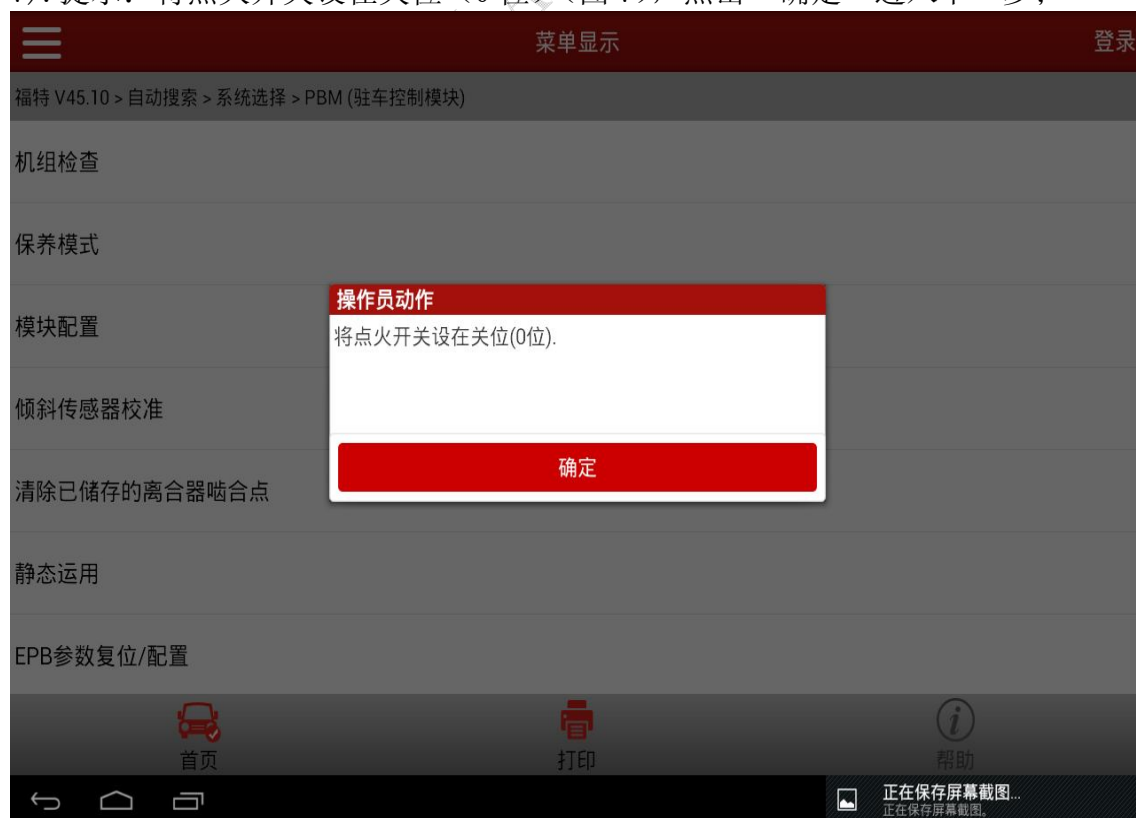

图 7
7). 提示：将点火开关设在关位（0 位）（图 7），点击“确定”进入下一步；